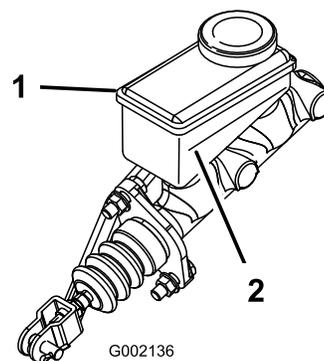

Figura 61
3. Observe o nível do fluido na parte lateral do reservatório (Figura 61).
- B. Adicione fluido dos travões DOT 3 ao reservatório até o nível do fluido estar acima da linha de mínimo (Figura 61).